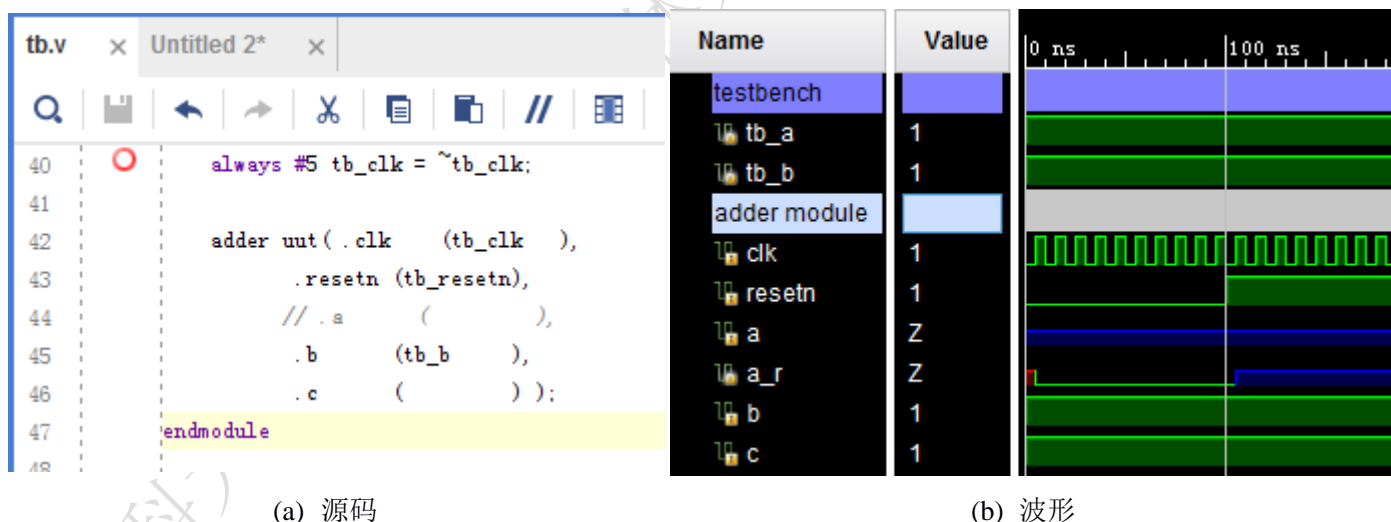

图 1-1 信号为“Z”示例
- (1) 信号值为“Z”，为模块调用是信号未连接，未连接包括两种：显式的未连接，如图 1-1(a)中的.c()；隐式的未连接，如图 1-1(a)中模块 adder 调用时，a 端口即未连接。“显式的未连接”一般是人为故意设置的，只针对 output 类接口；“隐式的未连接”则是疏忽，属于代码不规范，往往也是导致信号值为“Z”的主要原因。
- (2) adder 模块里，a 端口未连接，导致 a 为“Z”，但 c 端口也未连接，c 却是固定值。这是因 a 端口是 input，c 端口是 output。output 类接口未连接是母模块里不使用该信号，可能是人为故意设置的。所有的 input 类接口被调用时不允许悬空。
- (3) adder 模块里 a 信号从 0 时刻开始就是“Z”，而 a_r 信号确实在 100ns 左右才变成“Z”的。这是因 a 信号为端口，被调用时就未链接，故从 0 时刻就为“Z”，但 a_r 信号是内部寄存器，从 100ns 时刻才使用 a 信号参与赋值，所以也变成了“Z”。